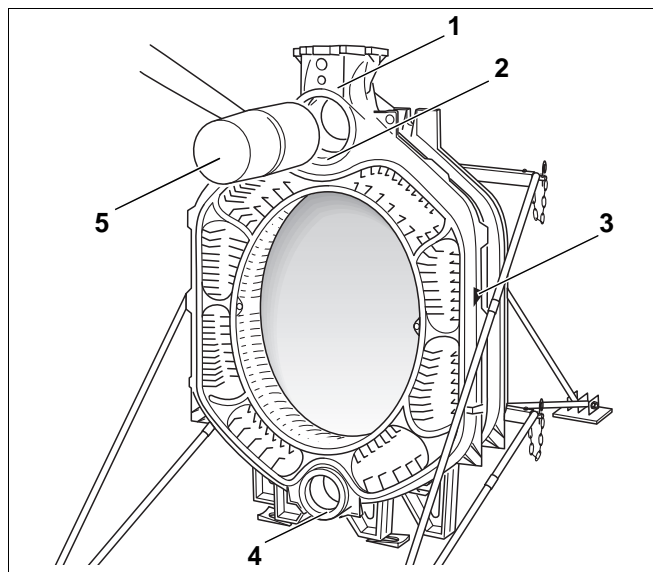

Рис. 13
- Вставить верхнюю и нижнюю ступицу (рис. 13, поз. 2 и 4) средней секции со штуцером подающей линии (рис. 13, поз. 1) (рис. 13, поз. 2 и 4) в ниппели задней секции, стрелка направления (рис. 13, поз. 3) должна быть обращена назад.
- Постукивая деревянным молотком или молотком из твердой резины, придвиньте первую среднюю секцию к задней секции (рис. 13, поз. 5).